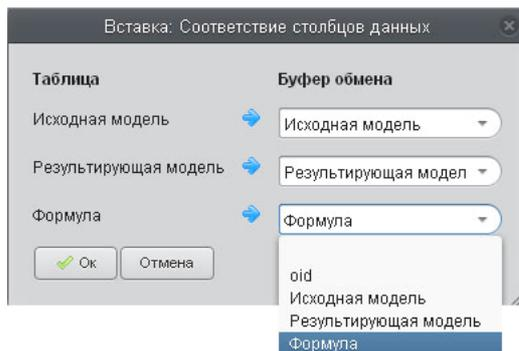

Рисунок 41.
- выбор типов трансформирующих объектов и редактирование их свойств (рисунок 41);